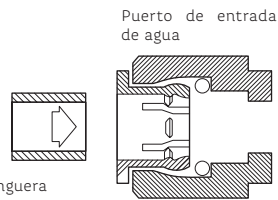

Figura 24.
f. Introduce la manguera dentro del puerto "Entrada" del Purificador (ver Figura 24).